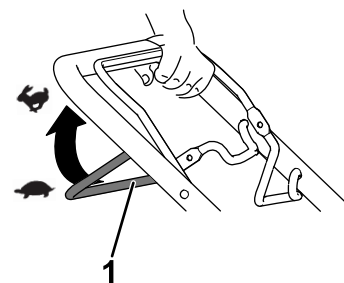

Figure 12
- Pour engager l'autopropulsion, serrez et maintenez la barre d'autopropulsion contre le guidon (**Figure 12**).